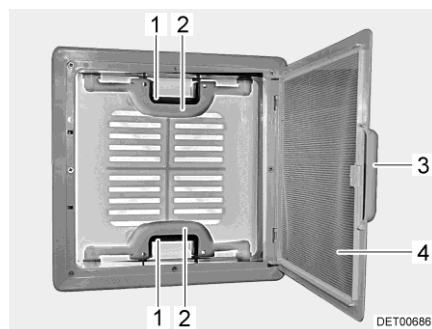

Bild 26 Taklucka med snäplås
- Drag i handtaget (Bild 26,3).
- Fäll ned insektsskyddet (Bild 26,4).
- Tryck snäplåset (Bild 26,1) mot takluckans insida. Tryck samtidigt takluckan uppåt med handtaget (Bild 26,2).
- Fäll upp insektsskyddet (Bild 26,4) så att det hakar i.
- Drag kraftigt ner takluckan med hjälp av båda handtagen (Bild 26,2) så långt, att snäpplåsen (Bild 26,1) går i lås.